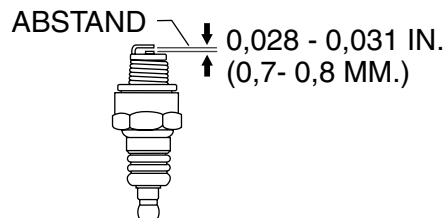

Abbildung 20. Einstellen des Elektrodenabstands an der Zündkerze
5. Messen Sie den Elektrodenabstand der Zündkerze (Abbildung 20) mit einer Fühlerlehre. Stellen Sie den Abstand gegebenenfalls auf 0,7 - 0,8 mm (0,028-0,031 Zoll) ein, indem Sie die Elektrode vorsichtig biegen.